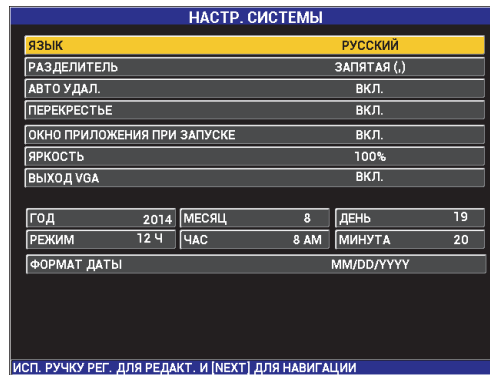

Рис. 4-1 Экран СИСТЕМНЫЕ НАСТРОЙКИ
1. Дважды нажмите клавишу меню ADV SETUP () , а затем клавишу В для доступа к экрану СИСТЕМ.НАСТР. (см. Рис. 4-1 на стр. 64).
1. Дважды нажмите клавишу меню ADV SETUP () , а затем клавишу В для доступа к экрану **СИСТЕМ.НАСТР**. (см. Рис. 4-1 на стр. 64).
3. Находясь в окне **СИСТЕМ.НАСТР.** (см. Рис. 4-1 на стр. 64), с помощью клавиши FULL NEXT () выделите желаемый параметр и, используя ручку регулирования, отредактируйте значение: